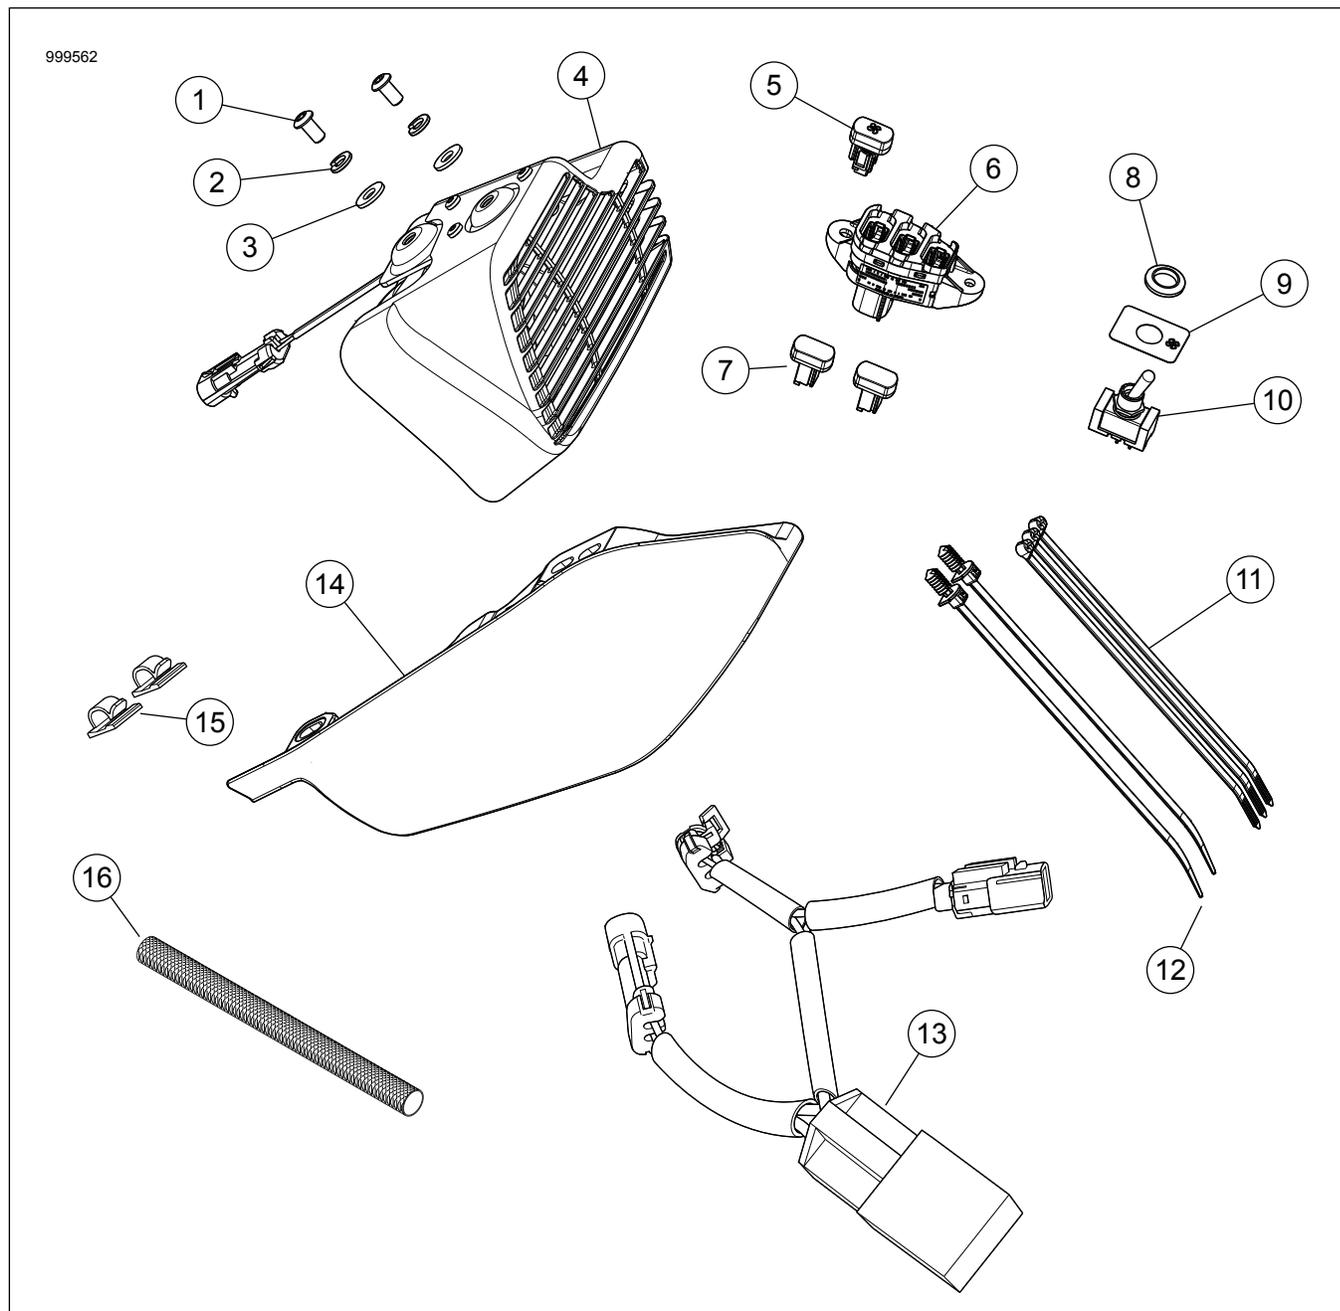

Рисунок 7. Запасные части: Комплект вентилятора
См. Рисунок 7 и Таблица 1.
- См. Рисунок 7 . При наличии ранее установленного оборудования установите новый дефлектор средней рамы (13).